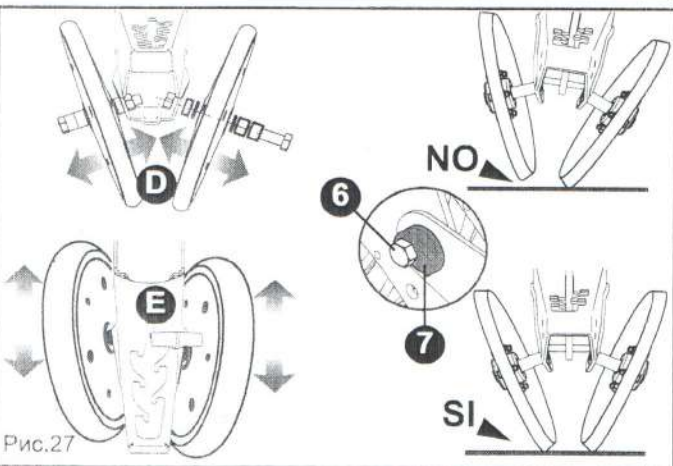

Рис.27
Если заделывающие колеса не выровнены с посевной бороздой («NO», рис. 27), необходимо выполнить следующие операции:
- Ослабить стопорный винт (6, рис. 27).
ПРИМЕЧАНИЯ: После центрирования заделывающих колес проверить, чтобы колеса опирались на грунт одновременно («SI» рис. 27) с одинаковой силой.